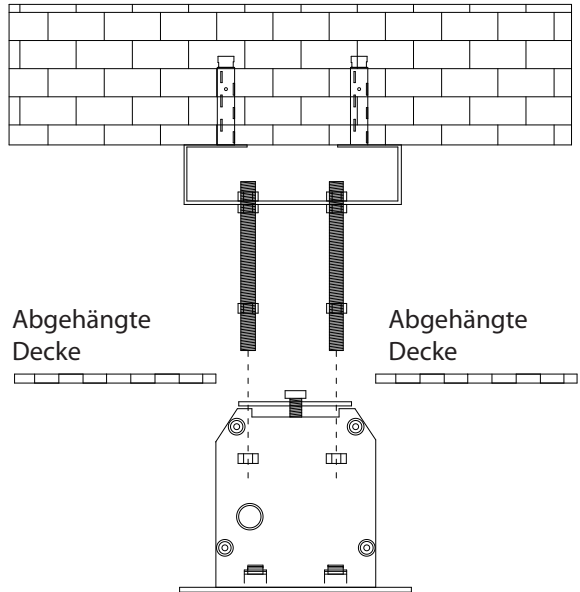

Abbildung 4
- Führen Sie das Leinwandgehäuse in die ausgeschnittene Deckenöffnung ein. Achten Sie darauf, dass die vier Gewindestangen in die Löcher der Montageplatten geführt werden. Drehen Sie auf jeder Gewindestange eine Sechskantmutter, um die Leinwand zu sichern. (Abbildung 4)
Kabellose Steuerung (Fig. 4) (optional)
(Fig. 4)